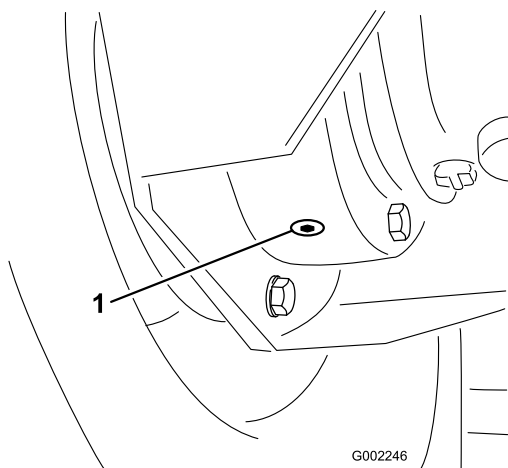

Figura 49
4. Mettete una bacinella sotto il tappo di spurgo interno e toglietelo (Figura 49).